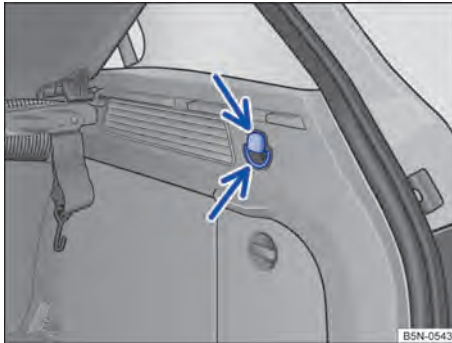

Fig. 100 No compartimento de bagagem: ganchos para sacolas.
- Pressionar embaixo para abrir o gancho para sacolas ⇒ Fig. 100.
- Pressionar em cima para abrir a argola para sacolas ⇒ Fig. 100.